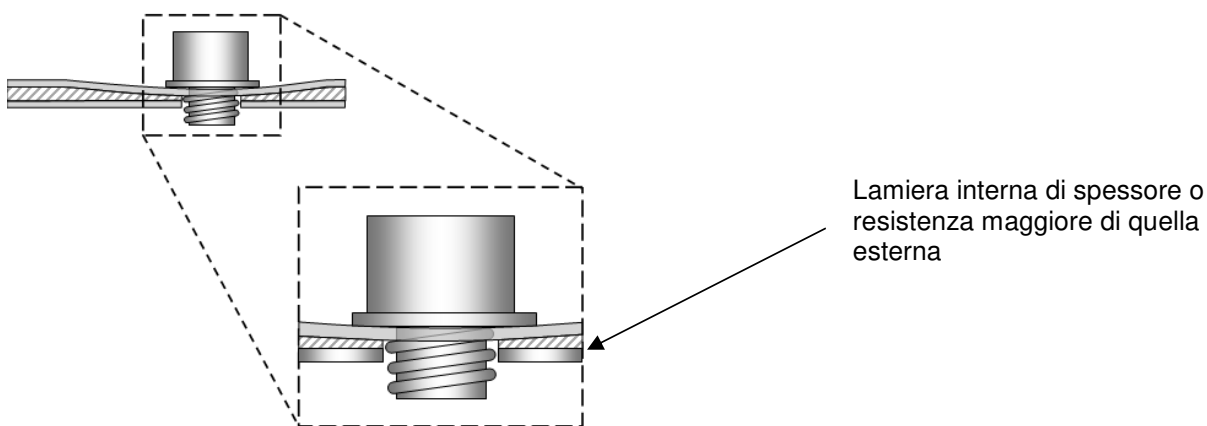
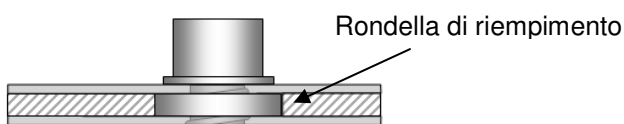
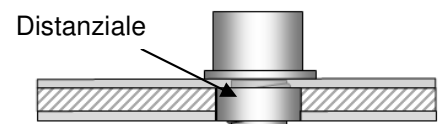

Fig. 12
Fig.13
Fig.14
Inoltre se in corrispondenza dei fori c'è una doppia lamiera interna con eccessivo interstizio, al fine di evitare la pericolosa deformazione della lamiera che si manifesta con il ritiro della lamiera esterna del portellone e la conseguente visibile ammaccatura (fig. 12), nel caso in cui non sia possibile un'altra posizione del lucchetto (dove non ci sono appunto doppie lamiere) e nel caso in cui non si possa distanziare la lamiera interna piegandola, si consiglia per il fissaggio dei perni di utilizzare una delle due soluzioni sotto rappresentate: (A) rondella di spessoramento (non in dotazione) applicata dall'interno e posizionata tra le due lamiere (fig. 13) o (B) distanziale (non in dotazione) applicato esternamente in una lamatura praticata nella lamiera. La lamatura deve essere di un diametro che non ecceda l'ingombro massimo della corazza, affinché la stessa possa nascondere il foro lamato (fig. 14).